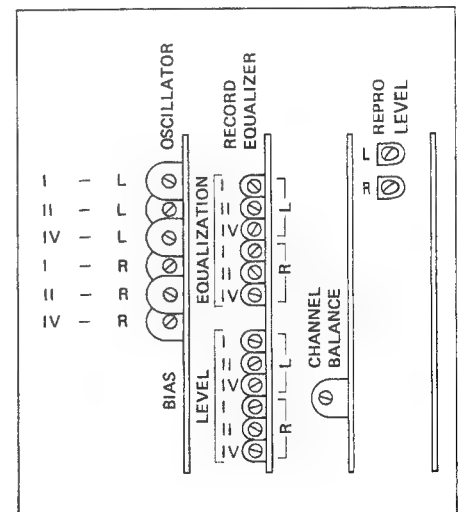

Fig. 5.3
- Den Generatorpegel verändern, bis am linken Ausgang 0,775 V anstehen. Mit dem Trimpotentiometer CHANNEL BALANCE (Fig. 5.3) den rechten Kanal auf den gleichen Pegel einstellen.
- Vary generator level until 0.775 V is available at the left-hand output. Adjust right-hand channel to identical level with the aid of CHANNEL BALANCE trimmer potentiometer (Fig. 5.3).
- Ajustez le niveau du générateur jusqu'à ce que la sortie gauche délivre 0,775 V. Réglez le canal droit au même niveau grâce au trimmer CHANNEL BALANCE (Fig. 5.3).
- Ajustez le trimmer PEAK METER CALIBRATION (fig. 5.3) pour les deux canaux de façon à ce que les deux segments situés à gauche du symbole DOLBY (0 dB) s'allument à peine.
- Wiedergabepegel mit den Trimpotentiometern REPRO LEVEL L und R so einstellen, dass am LINE OUTPUT +2 dBu (0,97 V) ansteht (Fig. 5.3).
- Adjust reproduce level with trimmer potentiometers REPRODUCE LEVEL L and R in such a manner that +2 dBu (0.97 V) is available at the LINE OUTPUT (Fig. 5.3).
- Réglez le niveau de lecture avec les trimmer REPRO LEVEL L et R pour que la sortie LINE OUTPUT délivre +2 dBu (0,97V) (fig. 5.3).